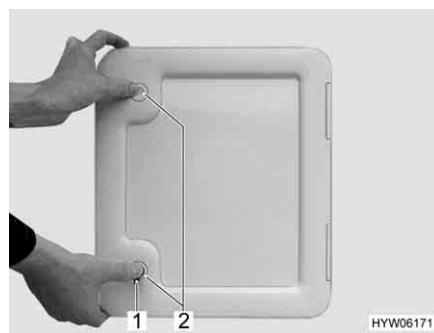

Fig. 24 Sportello per serbatoio fiscale/gavone
- Inserire la chiave nel cilindro della serratura a pressione (Fig. 24,1) e ruotare di un quarto di giro.
- Premere contemporaneamente con i pollici entrambe le serrature a pressione (Fig. 24,2) e aprire lo sportello del serbatoio fiscale.
- Inserire la chiave nel cilindro della serratura (Fig. 24,1) e ruotare di un quarto di giro.